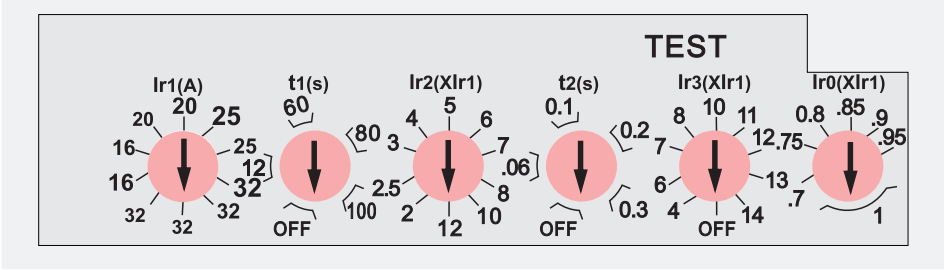
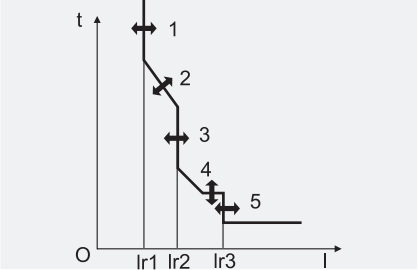

图2
图3
1. HSM2E-125, In=32A电子式脱扣器见图2、图3